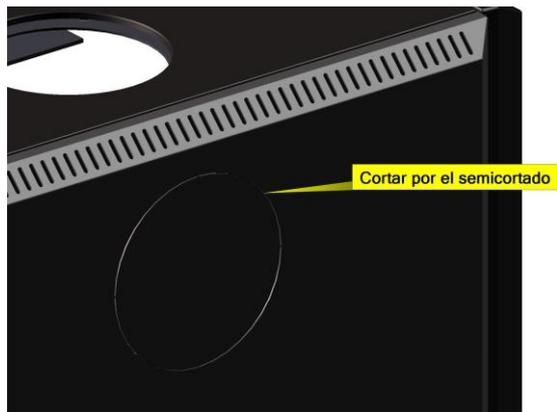

Fig.4.- Cortar semicortado para colocar salida trasera
- Cortar el agujero de la parte trasera (Fig.4)